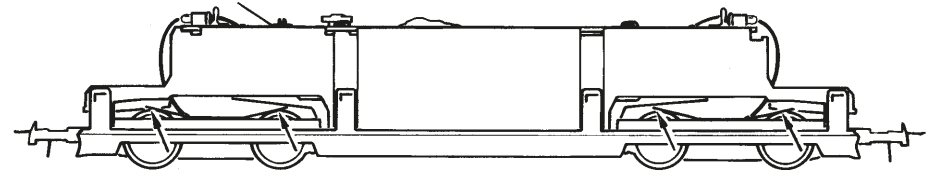
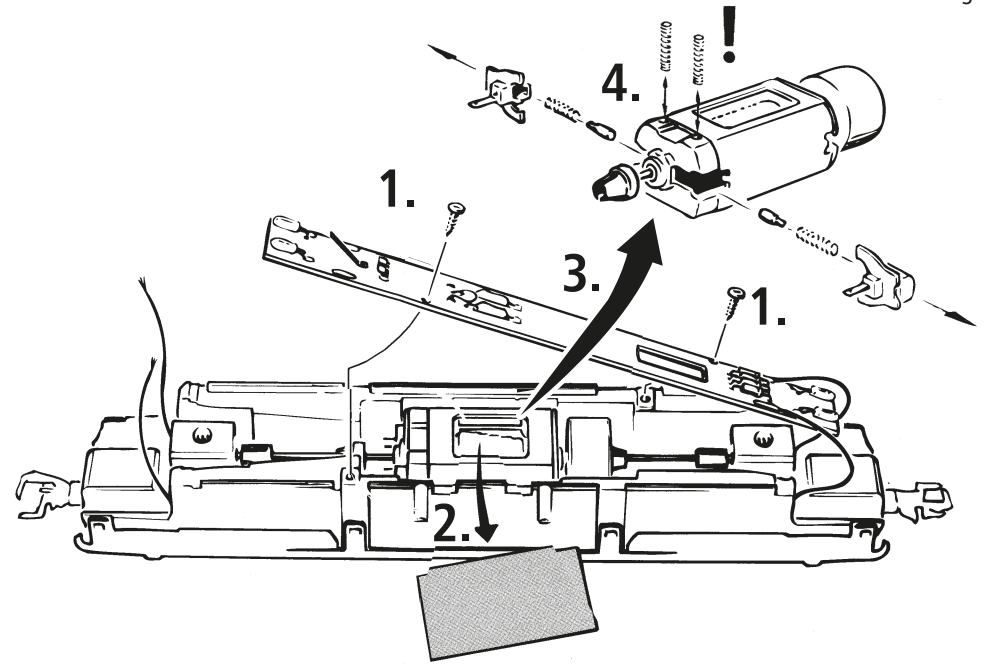

Fig. 7
Fig. 8
3. Haftreifenwechsel: Zuerst <<DG od. GD>> abnehmen (Fig. 7). Danach den **Radsatz** herausnehmen und die **Haftreifen** mit einer Nadel od. mit einem feinen Schraubendreher abziehen (Fig. 8). Beim Aufziehen der neuen Haftreifen darauf achten, dass diese sich nicht verdrehen.
3. Change of traction tyre: Remove the <<DG od. GD GB>> (fig. 7). Take out **wheel set** and remove **traction tyre** using a pin or a fine screwdriver (fig. 8). When pressing on the new traction tyre please **avoid twisting it**.
3. Échange des bandages d'adhérence: Dé- montez d'abord <<DG od. GD F>> des en-grenages (fig. 7). Délogez ensuite les essieux ban-dagées et enlevez, à l'aide d'une aiguille ou d'un tourne-vis fin, les bandages d'adhérence (fig. 8). Lors du montage des nouveaux bandages veuillez veiller à ce que les bandages **ne soient pas tor-dués**.